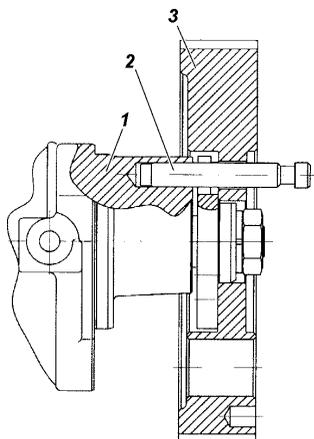

Рис. 9.37. Фиксация шкива ТНВД штифтом:
6. Зафиксировать шкив ТНВД с помощью штифта-центриатора ТНВД 3М 6999-4119, как показано на рис. 9.37, при необходимости совместив отверстие в корпусе ТНВД с пазом ступицы шкива ТНВД.